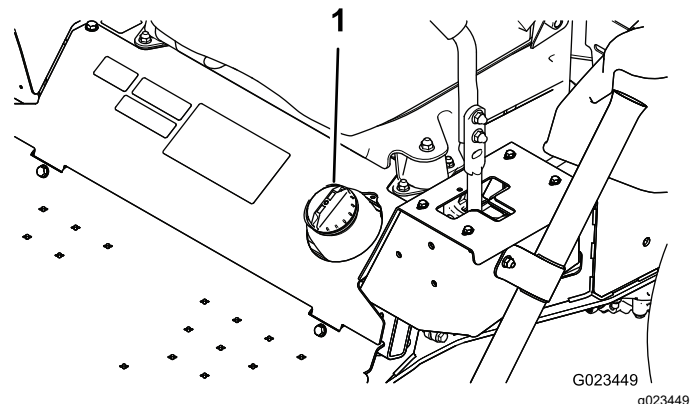

Bild 13
2. Reinigen Sie den Bereich um den Tankdeckel (**Bild 13**).